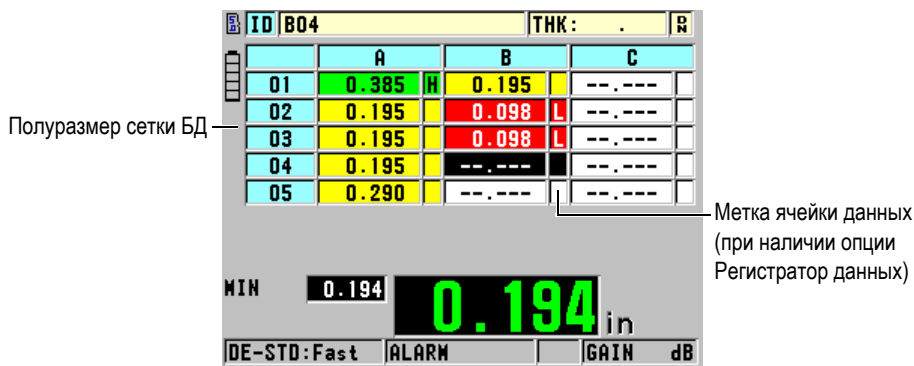

Рис. 9-7 Пример полуразмера сетки БД
Сетка базы данных (сетка БД) представляет собой двумерную таблицу данных. Такое представление данных позволяет свободно перемещаться по сетке в любом направлении, что значительно удобнее стандартного списка ИД. Вместо автоматического перехода к следующему по возрастанию ИД, вы можете с помощью курсорных клавиш перейти сразу в нужное вам место. Можно одновременно отображать А-скан, сетку БД и значение толщины (см. Рис. 9-7 на стр. 169). Можно настроить отображение метки ячейки данных и цвет фона, соответствующий диапазону, в котором значения толщины уменьшаются.
6. Установите **МЕТКА ЯЧЕЙКИ ДАННЫХ** на одну из доступных опций для отображения метки данных с каждой ячейкой таблицы БД. Метка ячейки данных – буква, отображаемая в маленьком квадратике, справа от значения толщины в ячейке данных (см. Рис. 9-7 на стр. 169). Доступные опции: